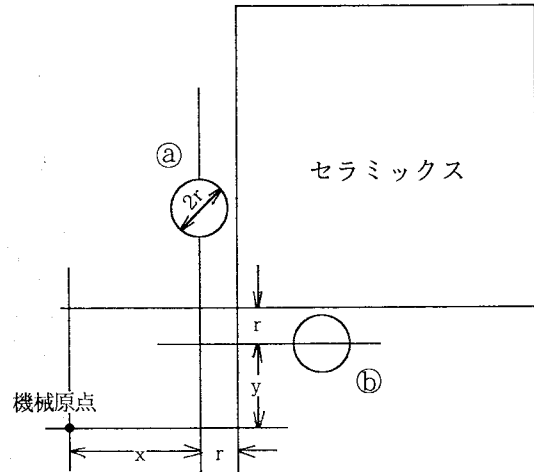

図2-12
- ⑨ テーブルをXY方向に移動させて図2-12の①と②におおの設定し、そのときの位置表示値をCRT上のX,Y値で読取る(x,yとする)